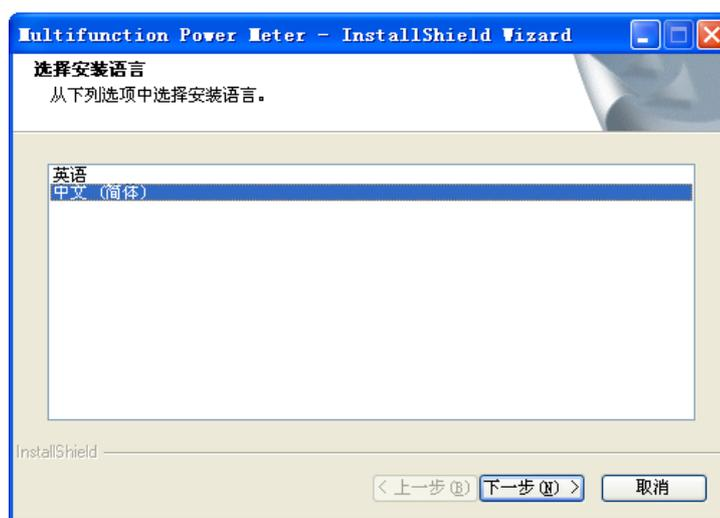

图 1
2. 安装：双击光盘中的 Setup.exe，软件自动复制文件后会出现如图 1 对话框界面，若要安装上位机软件，请选择中文简体版或英文版点击“下一步”按钮。